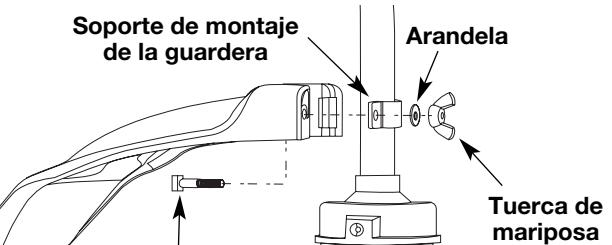

Fig. 3
- Desde el interior del protector del accesorio de corte, empuje el perno cuadrado a través del orificio hasta que el extremo con roscas sobresalga a través del soporte de montaje de la guardera (Fig. 3).